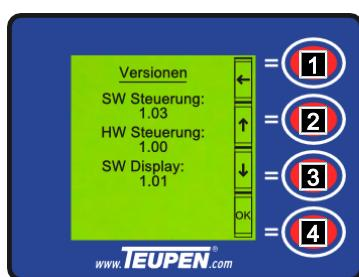

Abb. 86
1. Mit der [Funktionstaste] (Abb.86/1) zurück in das Menü „Maschinendaten“ springen.